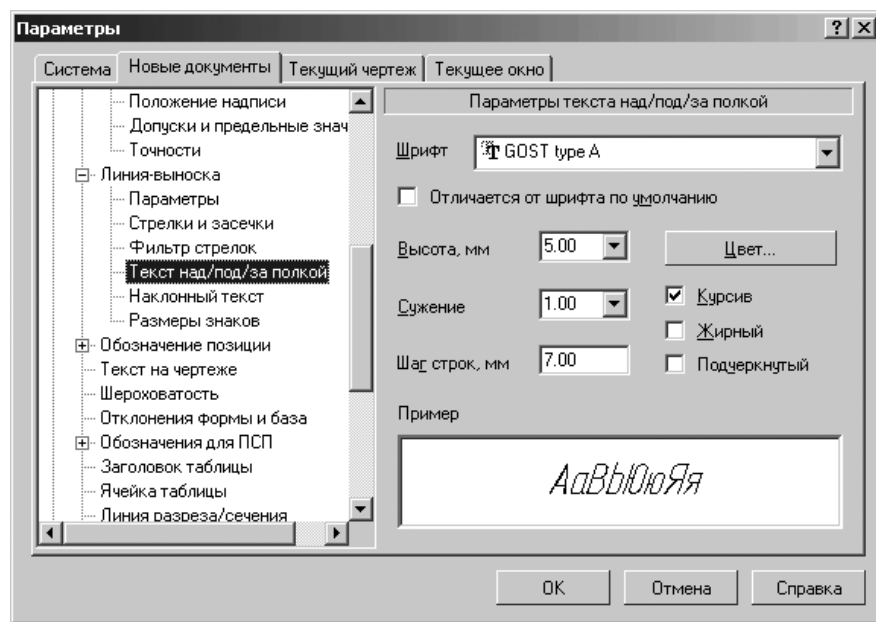

Рис. 10.37. Диалоговое окно **Параметры** с открытой вкладкой **Новые документы** и панелью **Параметры текста над/под/за полкой**
- щелкните в списке настраиваемых элементов **Линия-выноска** по пункту **Текст над/под/за полкой**. В правой части появится панель **Параметры текста над/под/за полкой**, показанная на рис. 10.37;